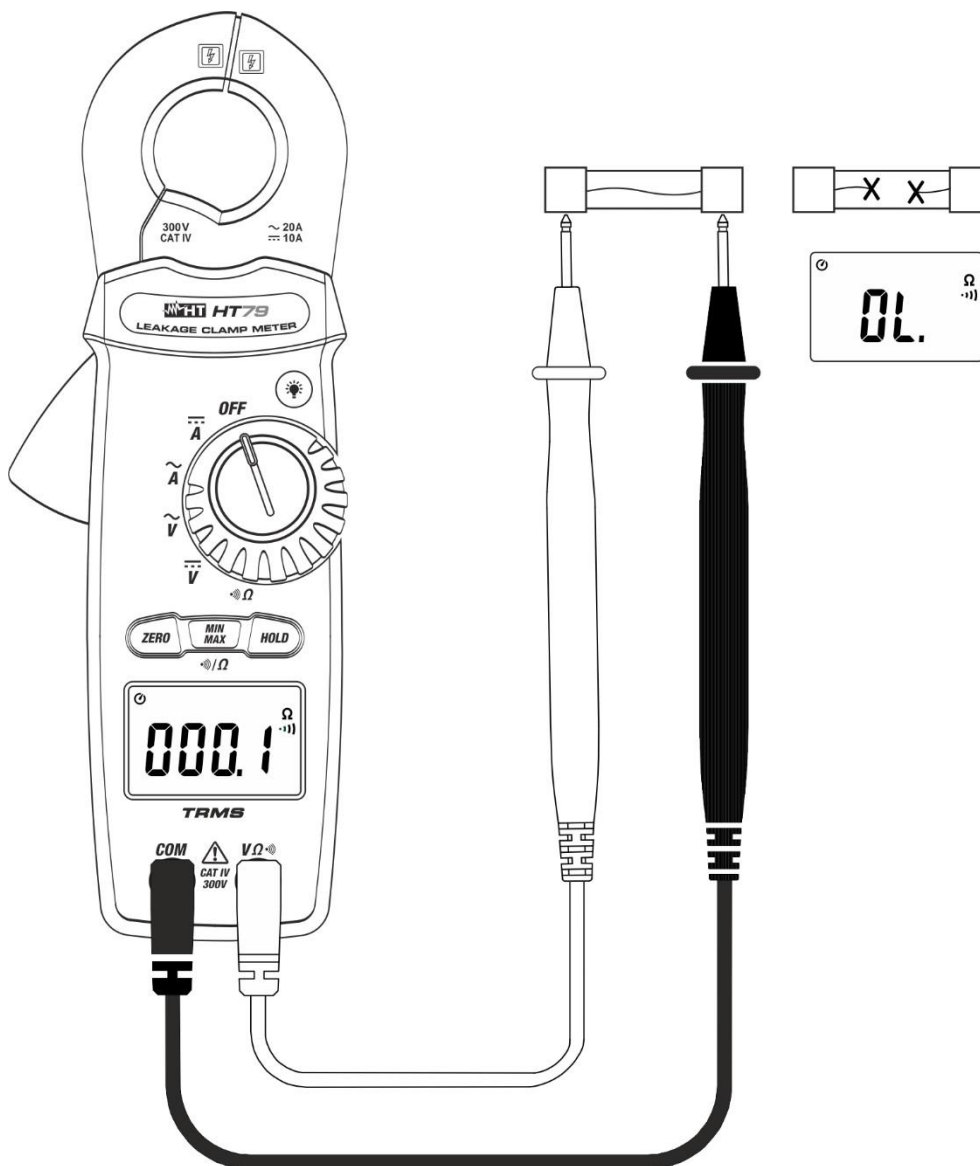

Fig. 7: Uso do instrumento para efetuar o Teste de continuidade
3. Inserir o cabo vermelho no terminal de entrada **V Ω** e o cabo preto no terminal de entrada **COM** e efetuar o teste de continuidade sobre o objeto em teste (ver Fig. 7). O indicador sonoro emite um sinal acústico quando o valor da resistência medida é inferior a cerca de 100Ω